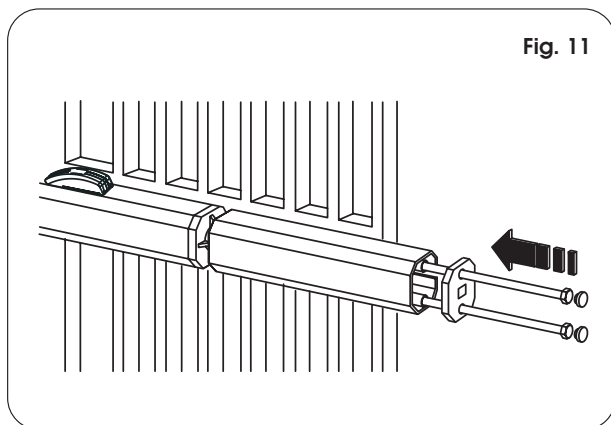
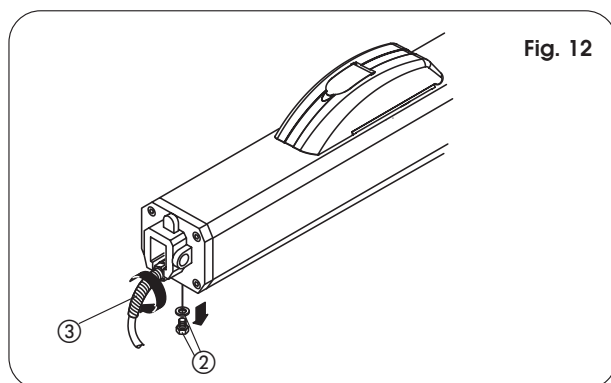

Fig. 11
Fig. 12
- Haal de ontluchtingsschroef weg (Fig. 12, ref. ②).
- 12) Bereid de beschermkap voor en breng hem aan op de aandrijving, zoals op Fig. 11. Monteer de knikbescherming voor de elektriciteitskabel (ref. ③, Fig. 12).